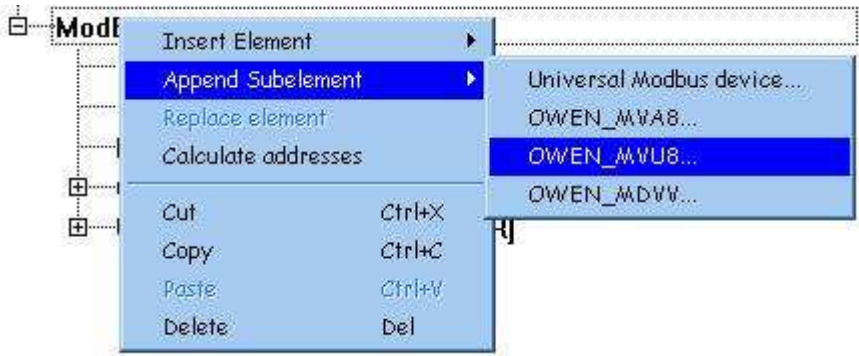
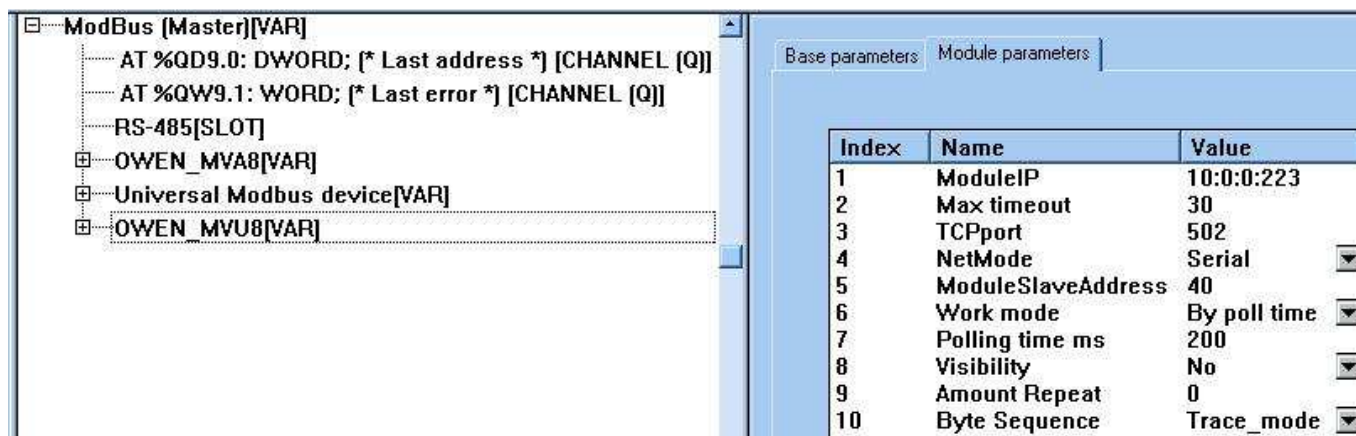

Рис. 5.1
Рис. 5.2
5. Настроим подключение МВУ8-Р. Нажмите правой кнопкой мыши на пункте *ModBus (Master)*, в появившемся контекстном меню выберите пункт *Append Subelement*. Здесь, также как и для MBA8, вам предлагается выбрать либо модуль *Universal Modbus device*, либо уже настроенную конфигурацию МВУ8 (см. пункт *OWEN_MVU8* на Рис. 5.1). В первом случае вам необходимо самостоятельно определить, какими каналами МВУ8 вы будете управлять с ПЛК. Во втором случае все оперативные параметры модуля уже будут сконфигурированы.
Выберите пункт *OWEN_MVU8*, как это показано на рис. 5.1. В окне слева выберите вкладку *Module Parameters*. В столбце *Value* введите значения параметров, как это показано на рис. 5.2. В параметре *ModuleSlaveAddress* вы может задать удобный вам адрес прибора МВУ8, кратный 8. Например, 40.